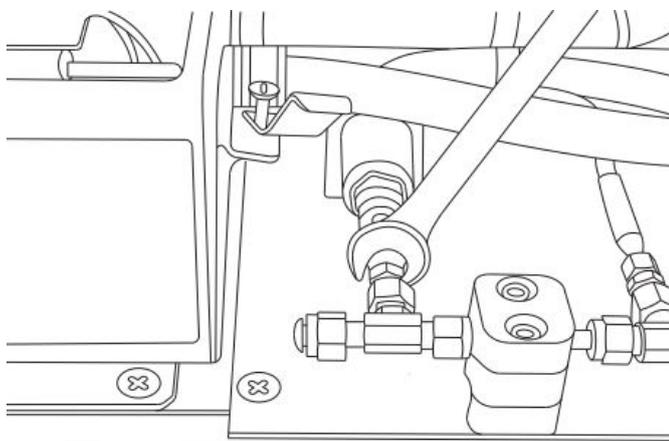

Figure 85. Retirer l'écrou de tube
6. Retirer l'écrou de tube sur le panneau à l'aide d'une clé à fourche de 1/2 in. en tournant vers le bas, dans la direction opposée à l'analyseur. Voir la figure 85.